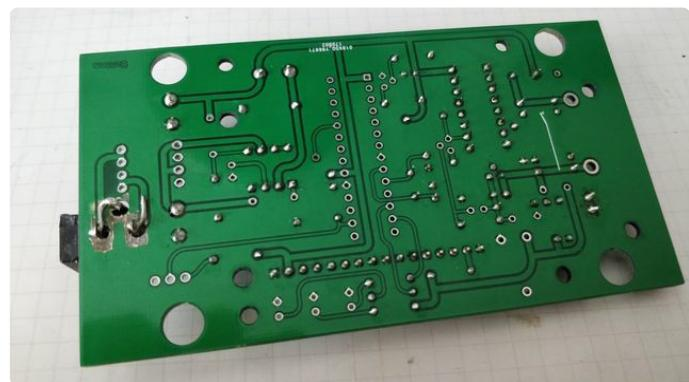

Figure 6. « Errare humanum est », modification du circuit imprimé pour l'adapter à l'empreinte exacte de la prise d'alimentation.
- j'avais omis de vérifier dimensions et forme des plots du connecteur d'alimentation J1. Si vous utilisez le même modèle que moi, et que vous ne modifiez pas le dessin, corrigez l'erreur avec un outil de type Dremel (**fig. 6**). Cependant, les soudures ne maintiendront pas suffisamment le connecteur, collez-le ensuite sur la carte.